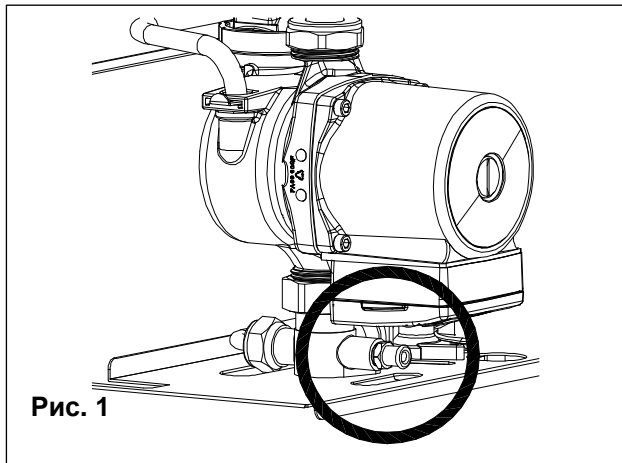

Рис. 1
- a. Открутите фиксирующие винты (см. рис. 1).
- Снимите переднюю панель (рис. 1).
- Откройте сливной кран системы (см. рис. 1).
- Если слив необходим только для котла, закройте подающие/обратные запорные краны в контуре отопления и откройте сливной кран, расположенный в нижней части котла на насосе (см. рис. 1).